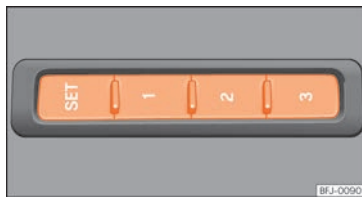

Abb. 107 Außen am Fahrersitz: Speichertasten.
- Taste **SET** länger als 1 Sekunde drücken »» **Abb. 107**.
- Taste **SET** gedrückt halten »» **Abb. 107**.